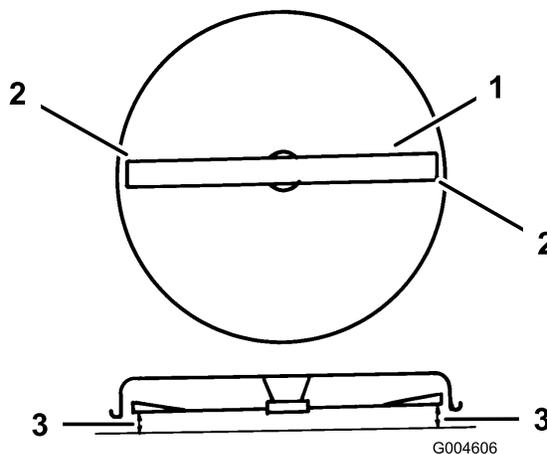

Figure 41
9. Tournez la lame avec précaution dans le sens transversal (Figure 41).
10. Mesurez la distance entre les tranchants extérieurs et le sol plat (Figure 41). Si les deux mesures diffèrent de plus de 5 mm, un réglage s'impose, comme expliqué aux étapes 11 à 14.